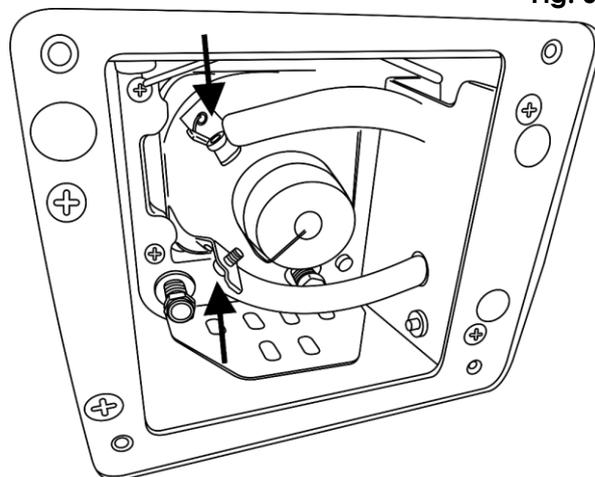

Fig. 06
- 05) Afloje los tornillos y quite la bombilla (Fig. 06).
- 07) Introduzca la nueva bombilla en el alojamiento y apriete los tornillos (Fig. 06).